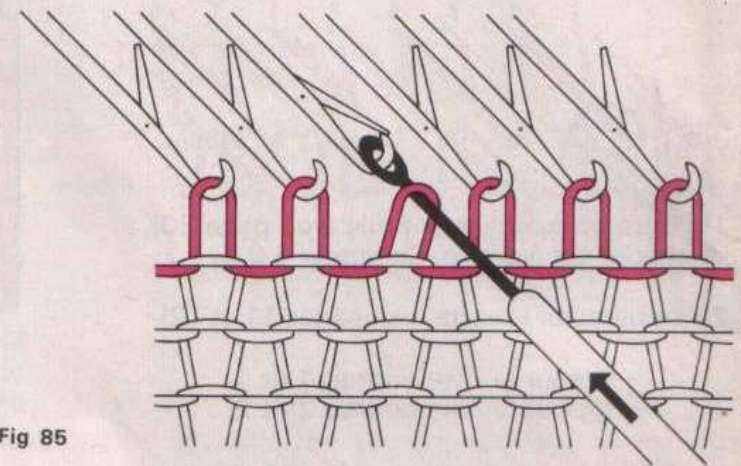

Fig 85
- Pousser l'aiguille en position repos A afin de recueillir la maille sur le poinçon (fig. 85).